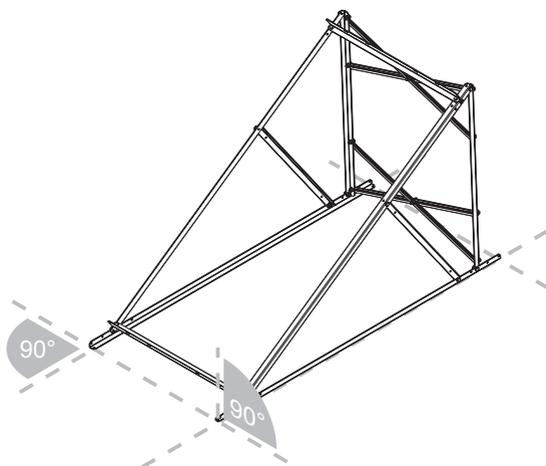

Figura 3.12
**ATTENZIONE:** realizzare le forature facendo in modo che gli assi di congiunzione dei fori formino un angolo di  $90^\circ$  (Figura 3.12).